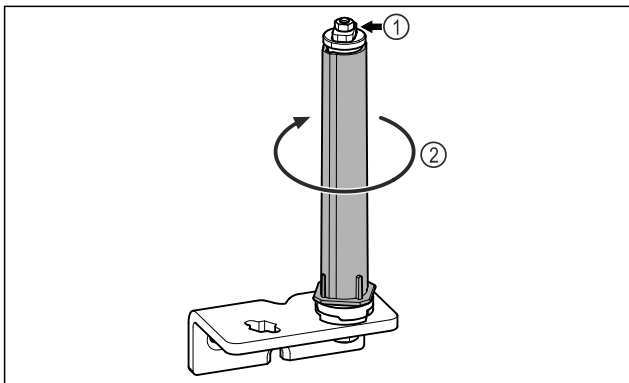

Fig. 23
▶ Не разбирайте систему закрытия двери Fig. 23 (1).
- ▶ Поворачивайте систему закрытия Fig. 23 (2) до щелчка.